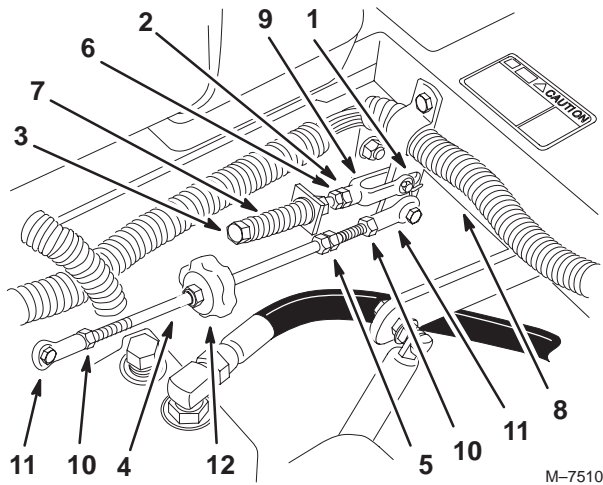

Figure 60
5. Placez le levier au point mort, **sans le verrouiller** (Fig. 60).
6. Tirez-le ensuite en arrière jusqu'à ce que l'axe de chape (situé sur le bras au-dessous de l'axe de pivot) touche l'extrémité de la fente (c.-à-d. commence juste à appuyer sur le ressort) (Fig. 60).
8. Si un réglage s'impose, desserrez l'écrou et l'écrou de blocage vissés contre la chape (Fig. 60).
- Serrez l'écrou et l'écrou de blocage (Fig. 60).
- Régalez la longueur de la tige de pompe en tournant le bouton dans le sens voulu, jusqu'à ce que la roue soit immobilisée ou tourne légèrement en marche arrière (Fig. 60).